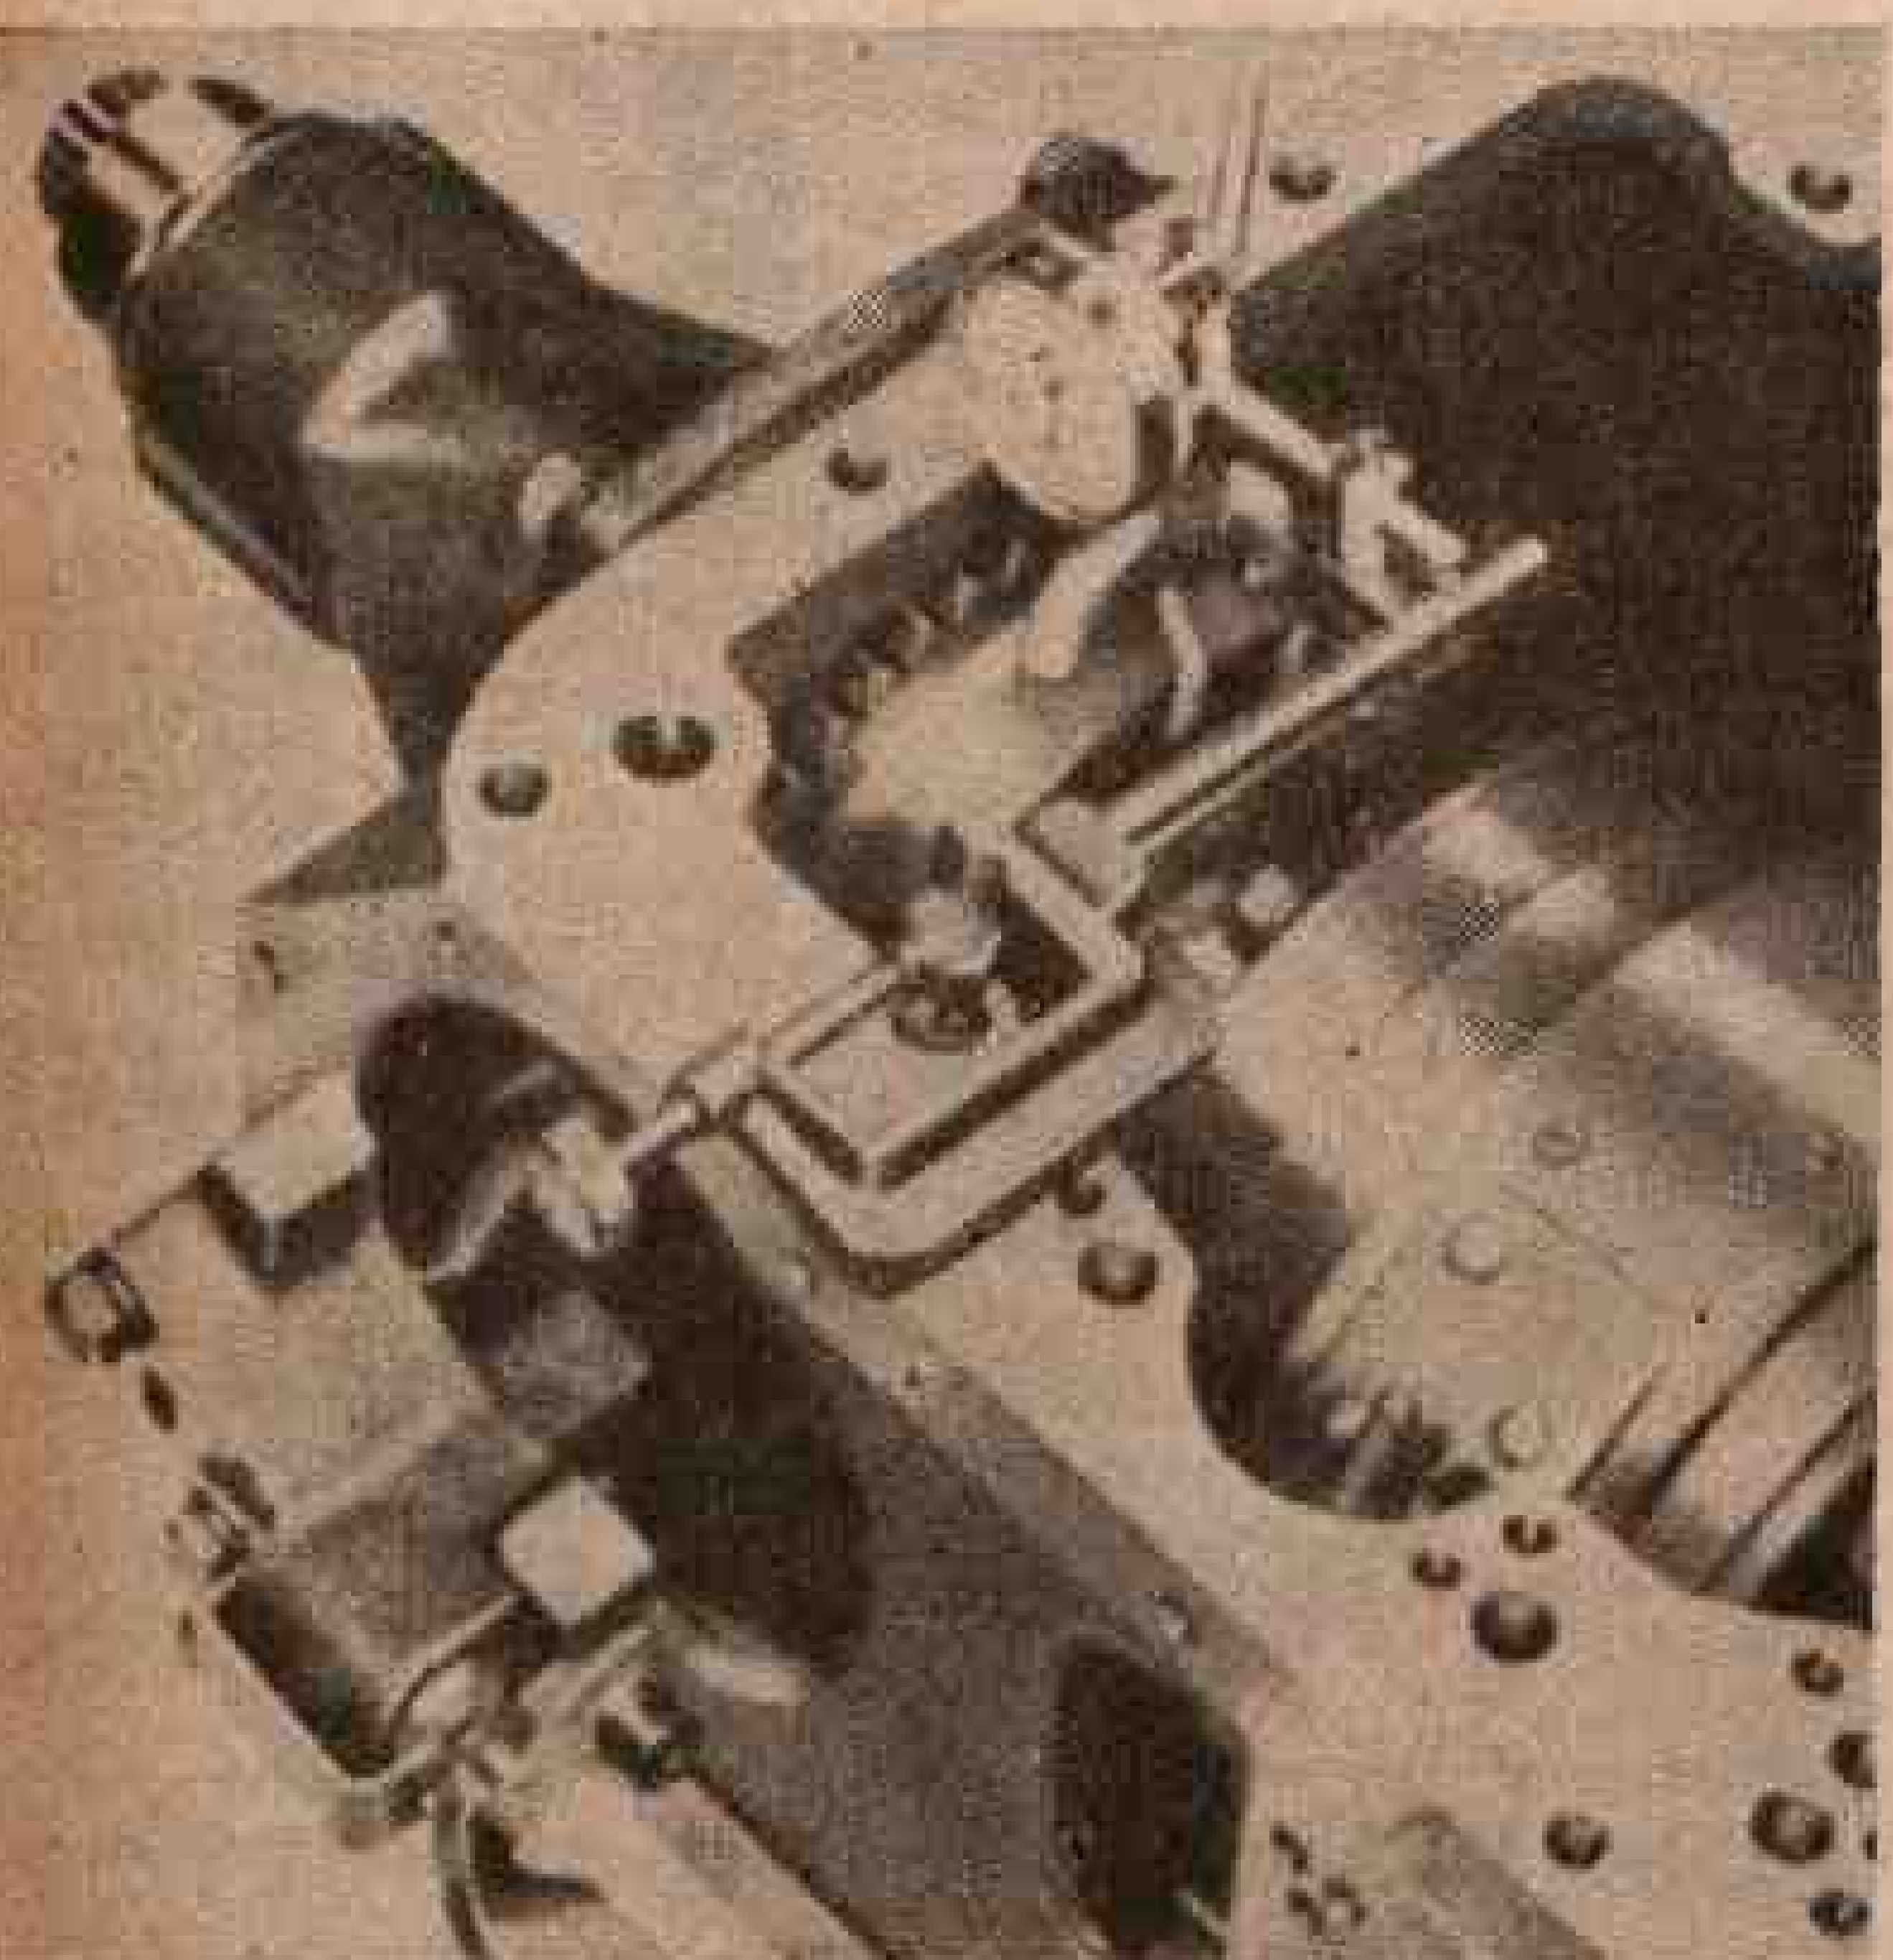

Fig. 288 — Verificação do jogo, com o calibrador J-2650
a) Instala-se o calibrador de jogo J-2650 e o mostrador de indicador (como vemos na fig. 288).